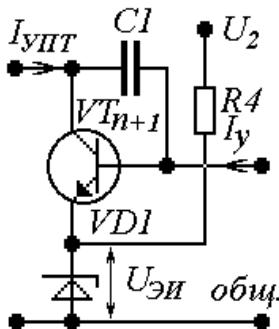

Рис.11. Вариант 1
$$U_{K_{n+1}} = U_{2ном} - U_{ЭИ} + \sum_{l=1}^n U_{БЭ_l}, \text{ для рис. 11, 12.} \quad (29)$$
$$I_{УПТдоп} \leq \frac{0.5 P_{Кдоп}}{U_{K_{n+1}}}, \text{ для рис. 11...20.} \quad (33)$$
$$U_{ЭИ} \leq U_{2ном} - 3B, \text{ для рис. 11, 12, 17, 18, 19, 20.} \quad (34)$$
$$R_4 \leq \frac{U_{2ном} - U_{ЭИ}}{I_{cm1min}}, \text{ для рис. 11, 12, 17, 18, 19, 20.} \quad (36)$$
$$I_{K_{n+1}} = I_{\text{УПТ max}}, \text{ для рис. 11, 12, 13, 14, 15, 16.} \quad (39)$$
$$K_{I_{n+1}} = \frac{\beta_{n+1} R_n}{R_n + R_{\text{вхРЭ}}}, \text{ для рис. 11...20.} \quad (41)$$
$$I_{Y \text{ max}} = I_{K_{n+1}} / K_{I_{n+1}}, \text{ для рис. 11...20.} \quad (42)$$
$$R_{\text{вхУ}} = r_{\text{вх}_{n+1}} + (1 + \beta_{n+1}) \frac{R_4 r_{\text{см}}}{R_4 + r_{\text{см}}}, \text{ для рис. 11...14 и 17...20.} \quad (43)$$
$$C_1 = (0.01...0.05) 10^{-6} \text{ Ф, для рис. 11...20.} \quad (45)$$